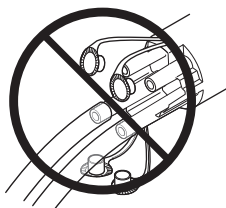

Figura 5 Chiusura di tutti i raccordi inutilizzati
4. Chiudere con i cappucci corrispondenti tutti i raccordi inutilizzati del collettore (Figura 5).